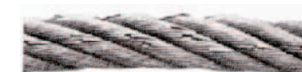

Fig.5.1
- (Fig. 5.1) Rupture de brins sur plusieurs torons adjacents sur un câble à enroulement croisé (gorge de la poulie trop étroite). Cette condition nécessite le changement.